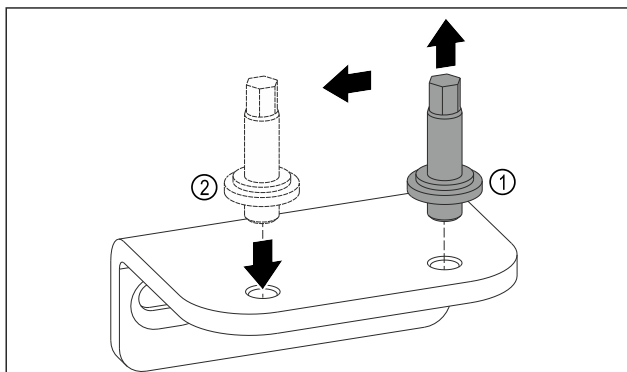

Fig. 13
- ▶ Bolzen des unteren Lagerbocks mit Außensechskant-schlüssel SW5 herausdrehen. Fig. 13 (1)
- ▶ Bolzen auf der Gegenseite einsetzen. Fig. 13 (2)